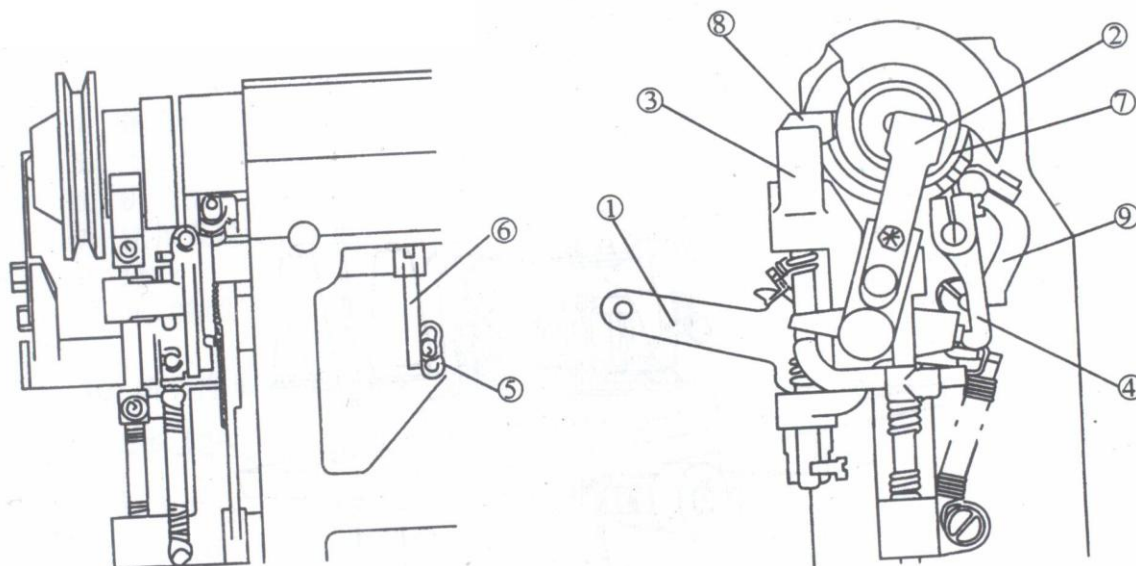

Рис. 3
Вращение главного шкива осуществляется посредством включения двигателя (рис. 3). Старт машины приводится в действие нажатием на педаль, которая тянет цепь на стартовом рычаге (1), который перемещают клин (2), чья наклонная поверхность вынуждает шкив входить в контакт с шкивом трения, и наконеч заставляет главный шкив вращаться. После этого происходит движение игловодителя, поскольку стартовая скобка (3) была уже поймана крюком (4). Вращение продолжается до конца 19-ого стежка, далее блок остановки (5) толчком останавливает рычаг (6), который подталкивает крюк (4) расцепляться от шкива трения, и в то же самое время тормозящий блок (7) вынуждает шкив задерживать вращение главного вала. Когда игла заканчивает 20-ый стежок (движение теперь приводится в действие только самоинерцией), скорость была значительно снижена, так, чтобы позволять замку тормоза (8) включиться.
Чтобы избежать несчастного случая, вызванного небрежным обращением с машиной, безопасное устройство установлено возле пускового рычага. Главной частью этого устройства является рычаг (9) (как показано в рис. 3).